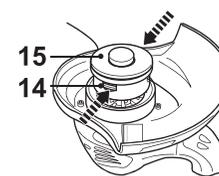

Fig. 18
- > Ôtez le couvercle [15] de la tête de coupe (fig. 18, 19).